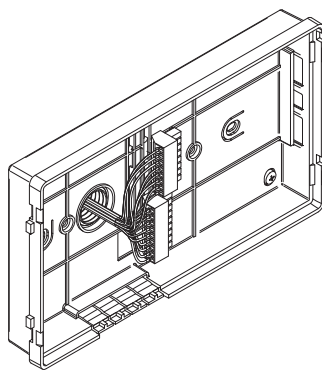
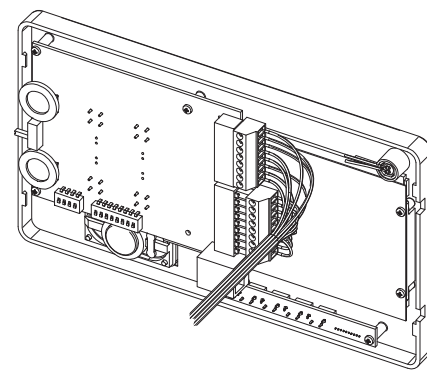

Fig. 5
Fig. 6
5. Come mostrato in **Fig. 5**, eseguire il collegamento dei conduttori alle morsettiere mobili secondo lo schema fornito a corredo. Connettere le morsettiere all'elettronica ancorata al coperchio del videocitofono come mostrato in **Fig. 6**. e procedere al test dell'impianto prima di chiudere il videocitofono: i trimmer di regolazione del contrasto e saturazione immagine sono accessibili solo a videocitofono aperto. Per attivare il display e vedere i cambiamenti usare la funzione "Auto-accensione" premendo il pulsante . **N.B. durante il collaudo è necessario sostenere manualmente il peso del coperchio.**